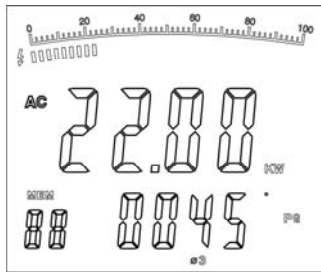

Figura 11
3. Depois do registo do valor de medição da potência de corrente da segunda fase, pressione **SEL** novamente para escolher P_3 . O display exibirá o valor da potência activa em KW e PG da terceira fase. Como mostra a figura 11.